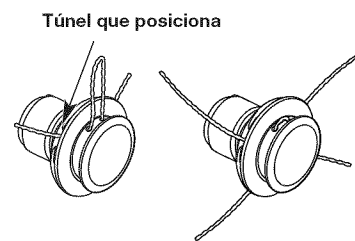

Fig. 17
- Empuje y/o tire de la línea de modo que ésta se ajuste al cabezal central y quede completamente extendida a través de los túneles de colocación (Fig. 17)